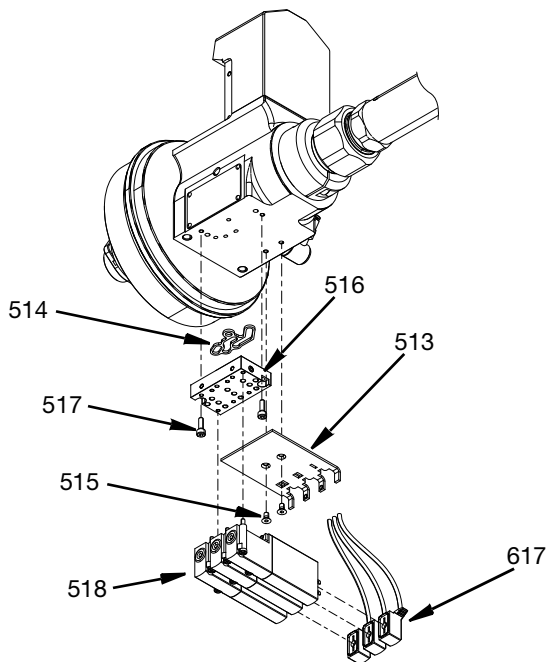

Рис. 36
- Прикрепите внутреннюю крышку (513) к корпусу поворотного шарнира (511) с помощью двух винтов M3 с плоской головкой (515) и затяните с усилием 8 дюйм-фунтов (0,9 Н•м).
- Нанесите тонкий слой литиевой смазки на воздушную прокладку (514). Расположите штифты коллектора воздушного клапана (516) на корпусе поворотного шарнира (511). Нанесите противозадирную смазку и вставьте на два винта M3 SHCS (517), а затем затяните их с усилием 8 дюйм-фунтов (0,9 Н•м).
- Прикрепите воздушные клапаны (518) с помощью прилагаемых к ним невыпадающих винтов к коллектору воздушного клапана (516). Присоедините кабельные соединения электромагнитного клапана (617) к воздушным клапанам. См. Рис. 36, стр. 25.